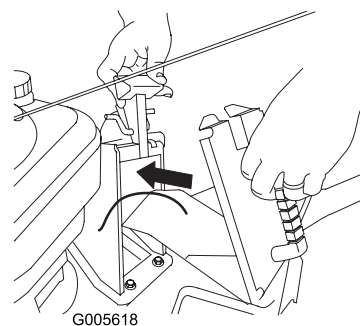

Figura 22
- Abra la puerta de descarga moviendo el tirador de la misma hacia atrás (Figura 22).
- Sujete la puerta de descarga en posición totalmente abierta e introduzca el tapón (Figura 22).